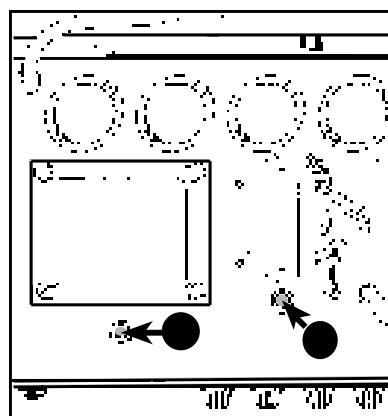

FIG. 1
- A. **HUM BALANCE ADJUSTMENT** - Diese Regulierung minimiert das an den Lautsprechern hörbare Brummgeräusch, das durch ein Ungleichgewicht in den Glühfäden der Röhren verursacht wird. Nehmen Sie die Regulierung nach dem Auswechseln der Röhren vor. Regulierungsanleitung: Schalten Sie den Verstärker 2 Minuten lang EIN, wobei kein externes Gerät an den INPUTS angeschlossen sein darf. Drehen Sie die Regler VIBRATO CHANNEL - VOLUME, MIDDLE und BASS vollständig in Uhrzeigerrichtung und den Regler TREBLE vollständig gegen die Uhrzeigerrichtung. Drehen Sie alle NORMAL CHANNEL-Regler vollständig gegen den Uhrzeigersinn. Schalten Sie die Effekte REVERB und VIBRATO aus. Drehen Sie anschließend mit einem Schlitzschraubendreher den BALANCE ADJUSTMENT-Regler (siehe „A“ in ABB. 1) abwechselnd in beide Richtungen, und wählen Sie die Position, bei der die geringsten Brummgeräusche entstehen.
A. BALANCE ADJUSTMENT - この調整は真空管のフィラメントのアンバランスによる電気音を低下します。真空管を交換した際にこれで調整してください。調整手順**INPUTS**に何も指し込んでいない状態にし、アンプの電源を入れて、2分間待ちます。**VIBRATO CHANNEL - VOLUME - MIDDLE - BASS**のノブを時計方向にいっぱいまで回し、**TREBLE**ノブを逆時計方向にいっぱいまで回します。すべての**NORMAL CHANNEL**ノブを逆時計方向にいっぱいまで回します。**REVERB**及び**VIBRATO**エフェクトをオフにします。**BALANCE ADJUSTMENT**コントロールにマイナス・ドライブを差込み(図1の「A」参照)、左右回しながら最も雑音の少ない位置を確認します。